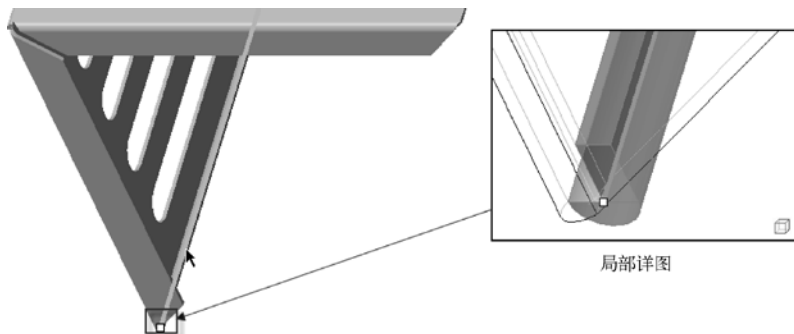

图 5-94 指定连接边
- (1) 在功能区“模型”选项卡的“形状”面板中单击（法兰）按钮。
- (2) 在“凸缘”选项卡的“形状”下拉列表框中选择“平齐的”，接着在钣金件中选择图 5-94 所示的边线作为法兰的连接边，图中显示的钣金件是以默认的标准方向视角来显示的。